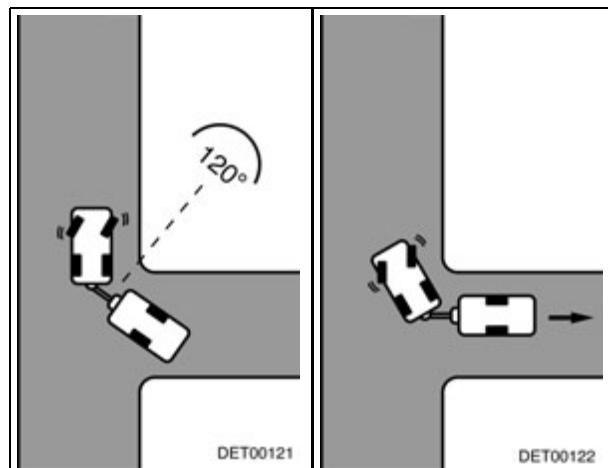

Fig. 14 Recorrido Fig. 15 Girar el volante hacia la derecha
- Detenerse una vez que se haya alcanzado un ángulo de 120° entre los vehículos (Fig. 14).